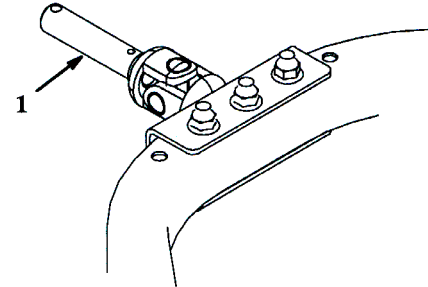

図4
1. サルキーのピボット・シャフトの未塗装部分に薄くオイルを塗る (図4)。